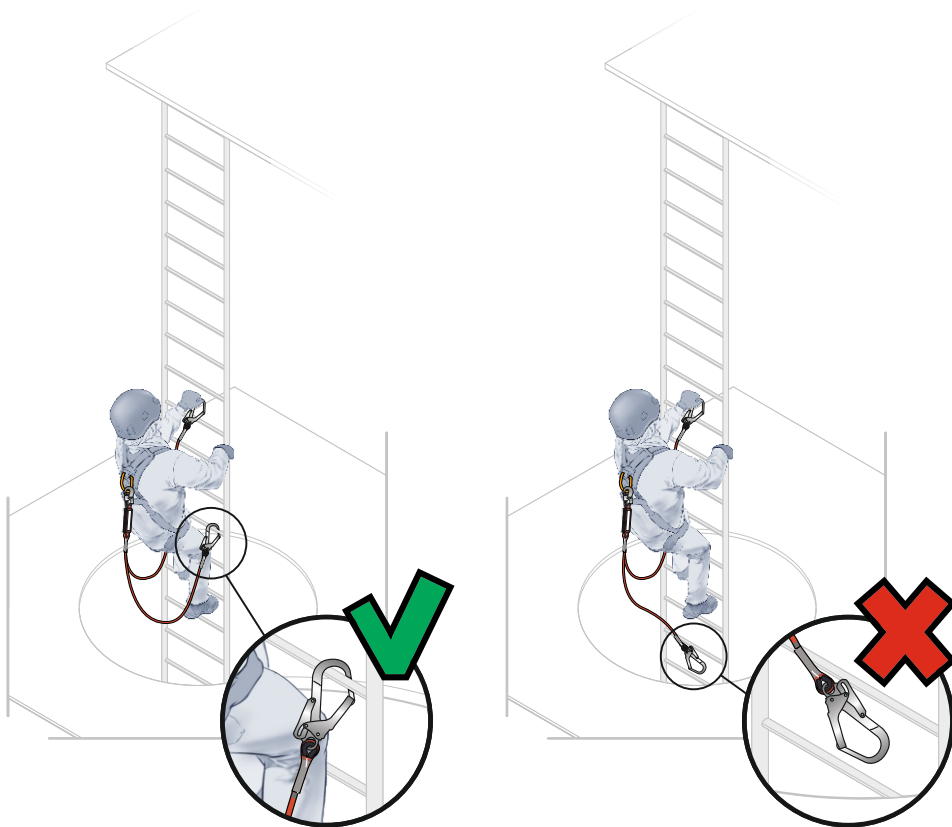

Рис. 13 Соединение двухплечевого стропы с амортизатором с анкерной конструкцией по принципу непрерывной страховки.
4. Соединить стропа с противоположной стороны от амортизатора с анкерной точкой/линией/опорой. При работе один из стропов ВСЕГДА должен быть соединен с анкерной точкой/анкерной линией/опорой (принцип непрерывной страховки) (рис. 13).